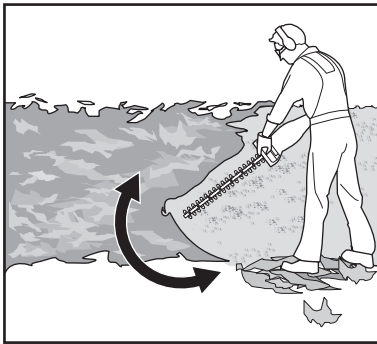

Fig. 6
3. Toujours tenir fermement la machine avec une main sur la poignée avant (3) et l'autre main sur la poignée arrière (7). Ne jamais utiliser la machine avec une seule main.
5. Commencer par couper les deux côtés à partir du bas en remontant jusqu'au sommet. Cela empêche les débris de coupe de tomber dans la trajectoire du matériau qu'il reste à couper (Fig. 6).